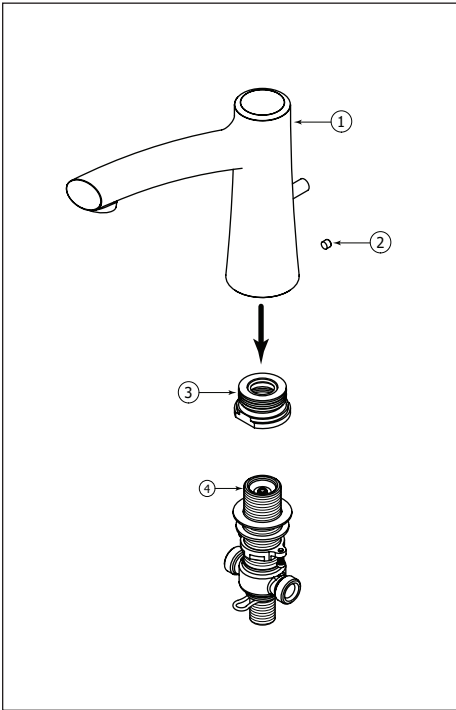

Fig.1
Separate the spout (1) from the slip-fit adaptor (2) and the 'T' body (3) as shown fig. 1.
Séparer le bec (1) de sa base (2) et du corps en 'T' (3) tel qu'illustré Fig. 1.